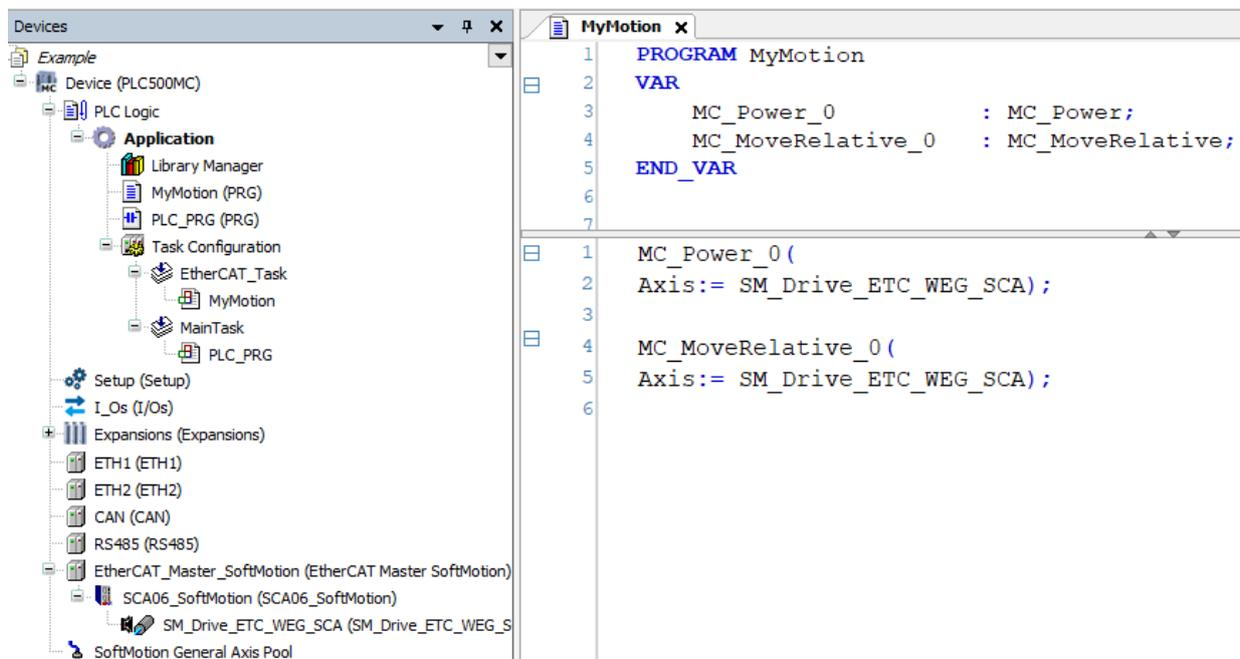

Figura 3.3: Agregar el POU MyMotion a la tarea EtherCAT_Task.
- Cree una instancia **MC_Power** y otra **MC_MoveRelative** y referencie la entrada **Axis** de los bloques de función al nombre del eje creado, conforme es presentado en la Figura 3.3.